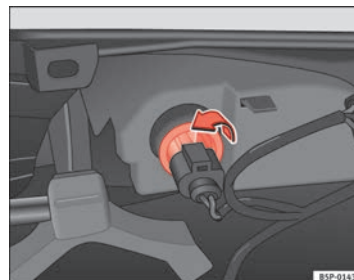

Fig. 193 Indicatore dal lato interno del paraurti
- Girare il portalampade verso sinistra, ed estrarlo seguendo il senso della freccia ⇒ fig. 193.